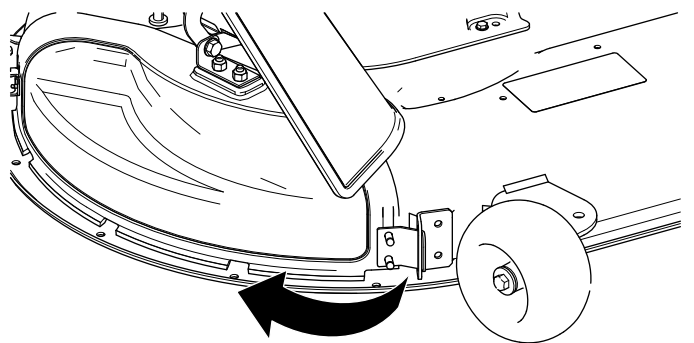

Figura 15
4. Rode a cobertura de descarga para trás e na direção da plataforma para que a cobertura de descarga fique alinhada com a plataforma do cortador (**Figura 15**).